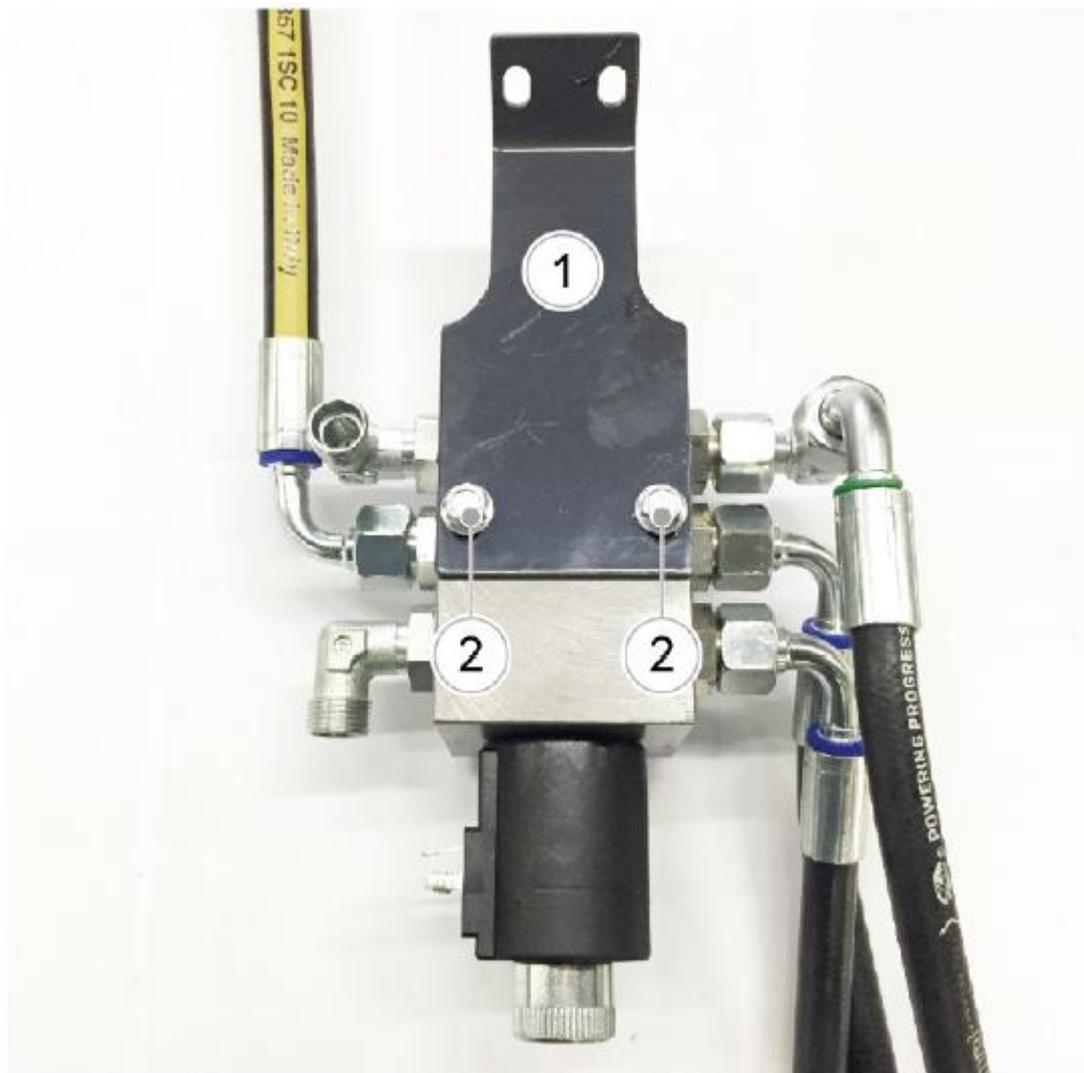

РИС.3
Прикрепите кронштейн плавающего клапана (1) к самому клапану при помощи двух винтов М9х12 (2) и двух шайб М6, как это показано на РИС.3